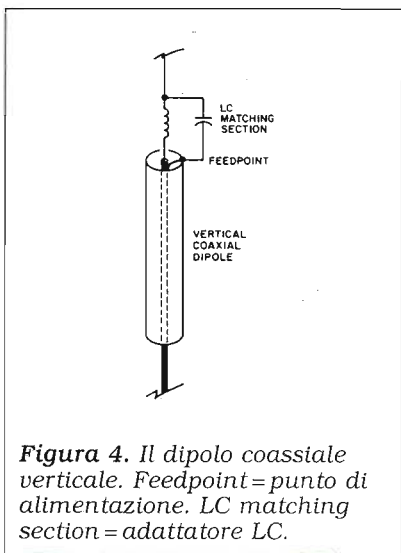

Figura 4. Il dipolo coassiale verticale. Feedpoint = punto di alimentazione. LC matching section = adattatore LC.
**Figura 4.** Schema del contenitore in alluminio. Case top = coperchio; case bottom = base; front view = visione frontale; side view = visione laterale; holes for sheet metal screws = fori per viti autofilettanti; L stock = profilato a L; 12" = 30,5 cm; 6" = 15,2 cm; 5 3/4" = 14,6 cm; 5/8" = 1,6 cm; 11 1/4" = 28,6 cm.
In **figura 4** è riportato il progetto di un contenitore in alluminio idoneo per il nostro accordatore; al di là dell'aspetto estetico, le sue dimensioni consentono di mantenere un minimo di due o tre centimetri in qualunque direzione tra le pareti e i componenti. Come prima accennavo, nel mio apparato commerciale questa distanza non supera il centimetro e, sulle bande più alte, le regolazioni sono molto diverse a seconda che la scatola sia aperta o chiusa; nel nostro progetto il contenitore risulta leggermente più ingombrante, ma è un prezzo più che tollera-